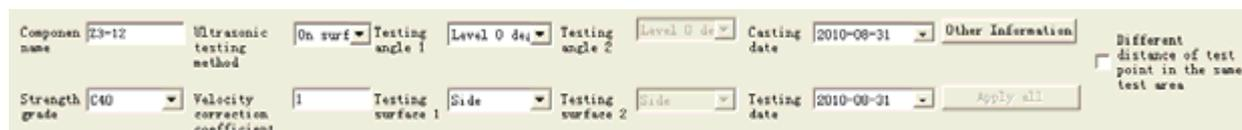

Figura 5.3 Area informazioni sui componenti
6. **Component information area** (area delle informazioni sulla selezione) mostra informazioni del test selezionato, inclusi **component name**, **sound-velocity correction coefficient**, **rebound measuring surface** e **angel** come mostrato nella Figura 5.3, dove i parametri in grigio non sono modificabili.